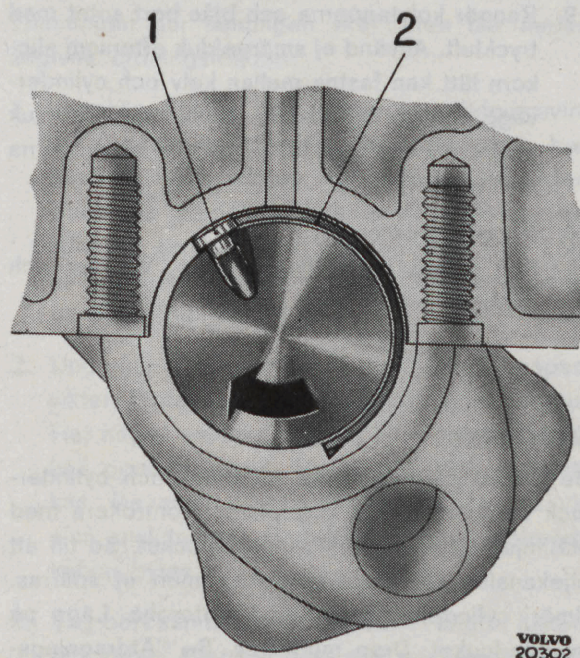

Bild 22. Demontering av ramlagerskål.
Övre ramlagerskål tages bort genom att ett stift (1, bild 22) sättes i oljekanal, varefter vevaxeln vrides i vanlig rotationsriktning. Lagerskålen (2) följer härvid med runt och kan tagas bort. Kontrollera lagertappen med hjälp av en indikator vars mätpets anbringas mot tappen, varefter axeln vrides. Är ovaliteten större än 0,05 mm måste vevaxeln demonteras och slipas.